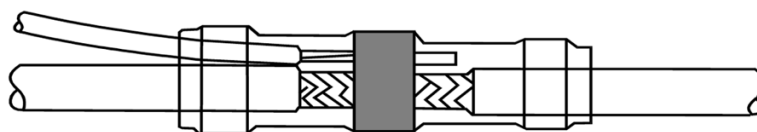

Figure 5-2.
- Installez le manchon thermique comme indiqué à la figure 5-2 (CASA AC 21-99). Prévoyez un fil de reprise de masse de 4 pouces (10 centimètres) :